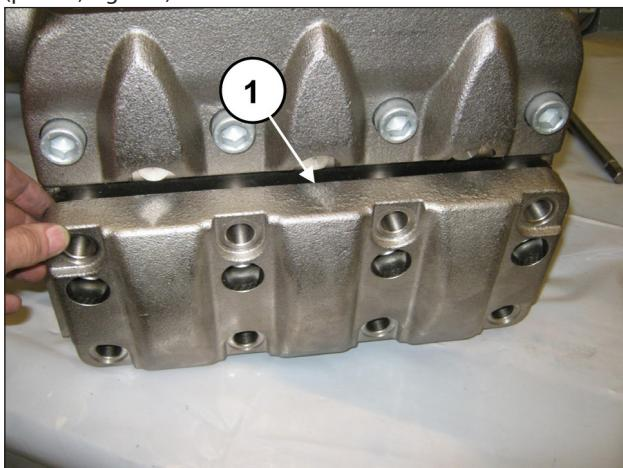
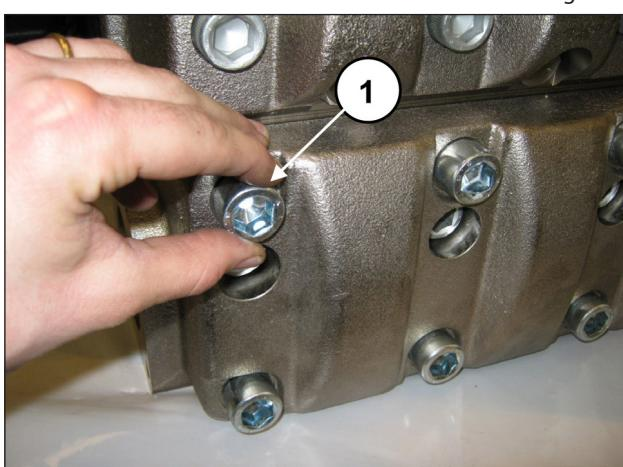

Fig. 154
Fig. 155
Depois de ter terminado com a montagem dos grupos da válvula de aspiração, aplique a cobertura das válvulas de aspiração (pos. ①, Fig. 154) e aperte os 8 parafusos M18x50 (pos. ①, Fig. 155).